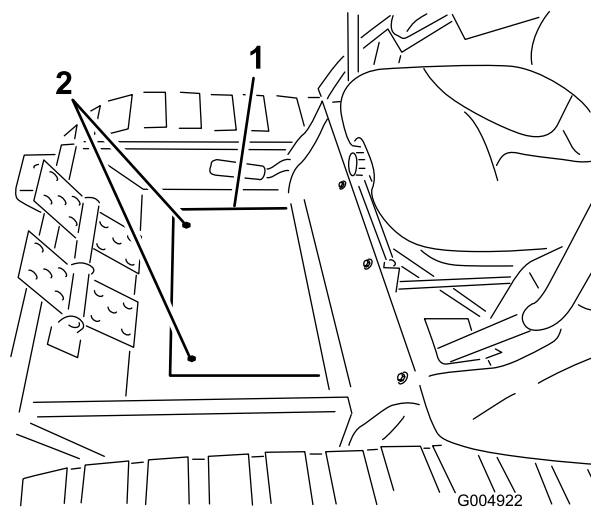

Figure 33
25. Fixez la plaque couvercle de plancher du châssis d'hiver au plancher avec les vis retirées précédemment (Figure 33).